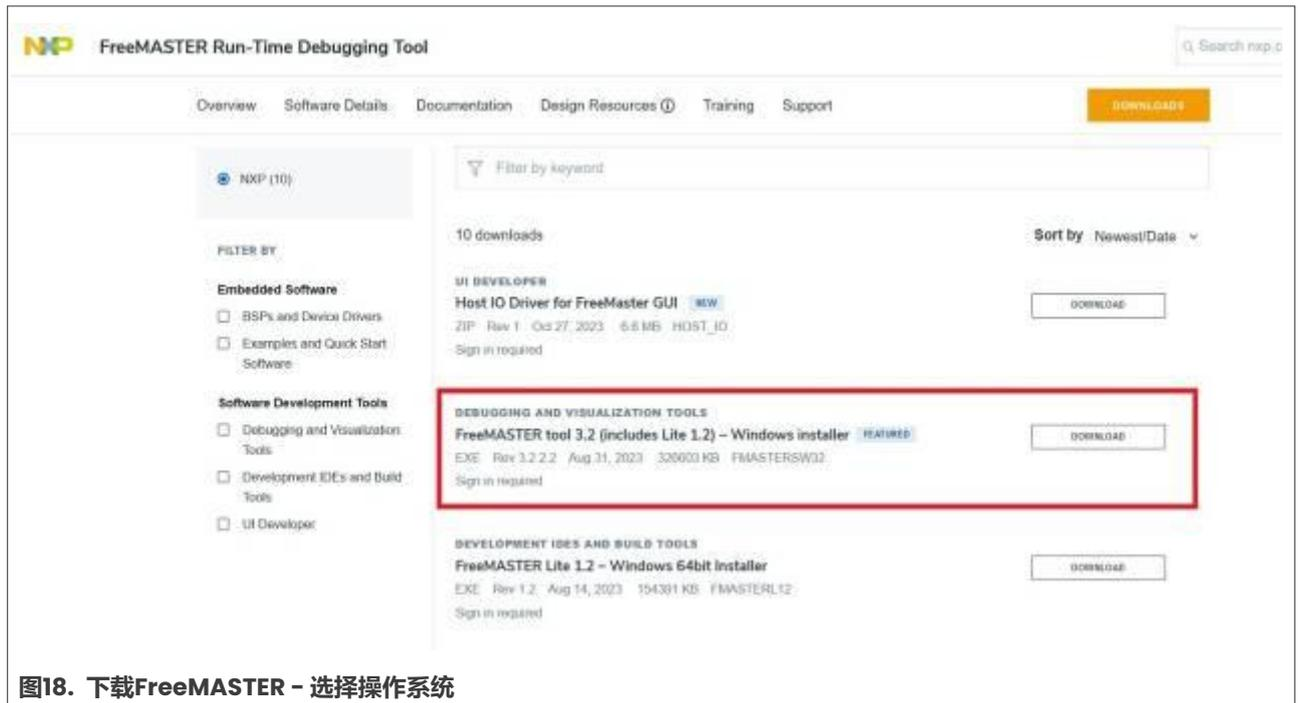

图18. 下载FreeMASTER - 选择操作系统
- 点击适合您的操作系统的FreeMASTER版本旁边的“下载”按钮，如图18所示。本文档中使用的是FreeMASTER Windows版本。安装程序下载完毕后，双击可执行文件以启动安装向导。